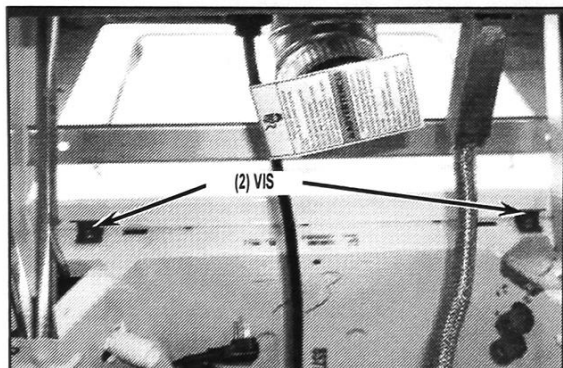

FIGURE 2
4. Retirer la partie supérieure et le couvercle en enlevant les deux (2) vis à l'arrière de la partie supérieure de la laveuse. Voir Figure 2.